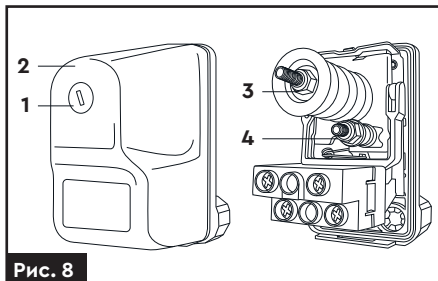

Рис. 8
4. На кришці реле тиску відкрутіть кріпильний пластмасовий гвинт (1) (рис. 8) з прямим шліцом і зніміть кришку (2) (рис. 8). Під кришкою розташовані регулювальні гайки на пружинах (3) та (4) (рис. 8).